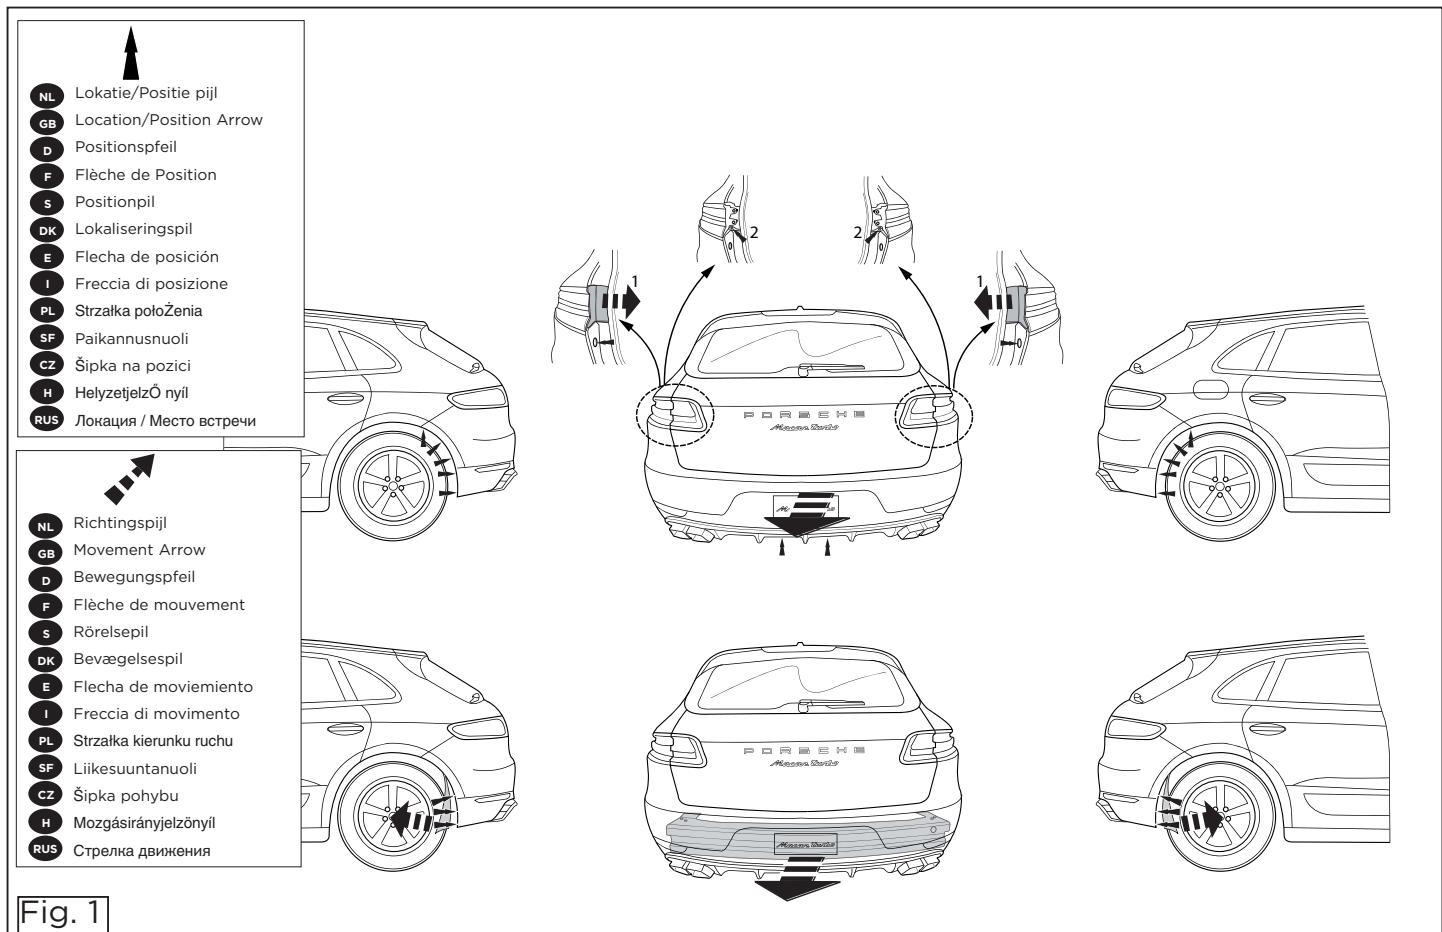

Fig. 1
3. Remove the bumper and the steel bumper beam from the vehicle. The buffer beam will no longer be needed. See figure 1.
3. Die Stoßstange einschließlich des stählernen Stoßbalkens vom Fahrzeug abmontieren. Der Stoßbalken wird nicht mehr benötigt. Siehe Abbildung 1.
11. Accéder à la traversee ne sera plus utilisée. Voir la figure 1.